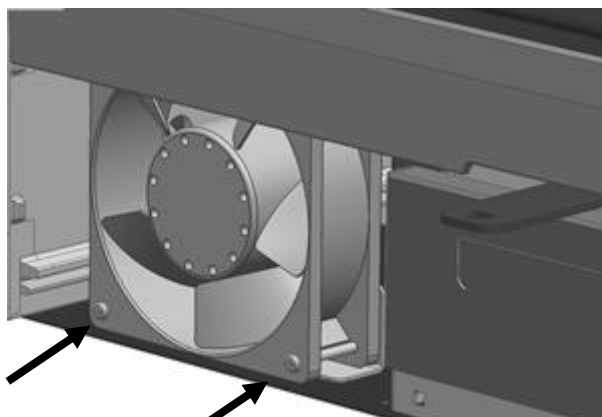

Fig.2
2. Desserrer les 2 vis inférieures qui fixent l'ensemble ventilateur et extrayez-le de son logement en tirant délicatement vers l'extérieur, puis déconnecter les deux terminaux Aston et débrancher le ventilateur (Fig. 2).